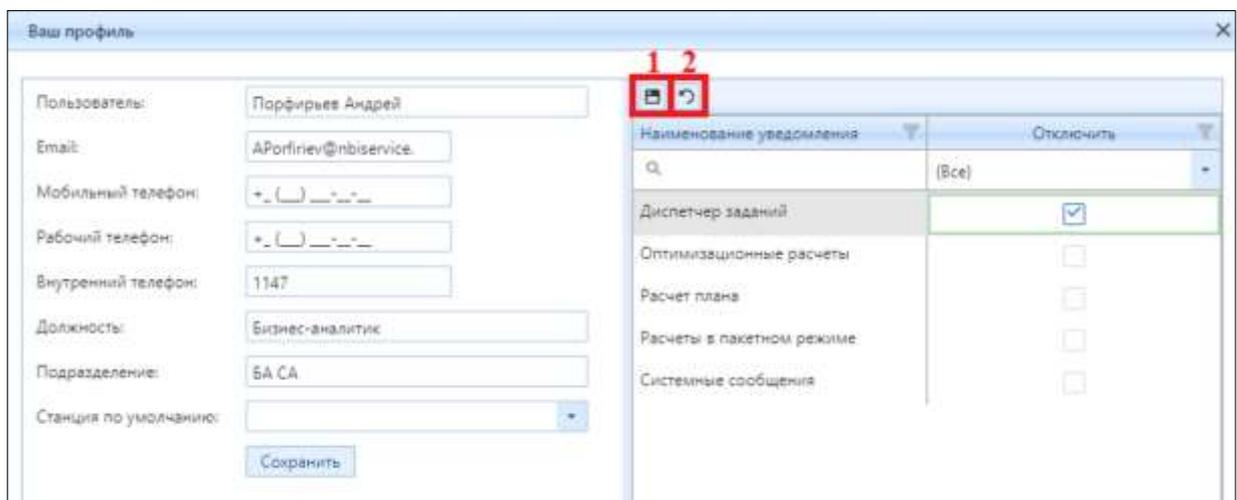

Рисунок 3.3.13 – Процедура отключения уведомления
Для отключения уведомления выберите модуль в колонке «Наименование уведомления» (строка выделится серым цветом) и установите признак в колонке «Отключить» (рис. 3.3.13). Затем нажмите на кнопку (1) «Сохранить» (рис. 3.3.13) для сохранения настройки. Для отмены внесенных изменений нажмите на кнопку (2) «Отменить изменения» (рис. 3.3.13).